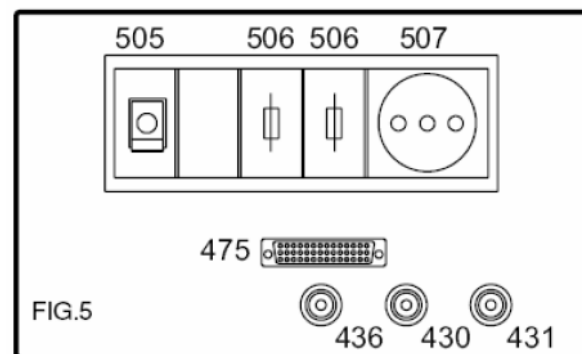

FIG.5
- Кабель электропитания (452, рис.5)
- Главный переключатель с прерывателем (505, рис.5).